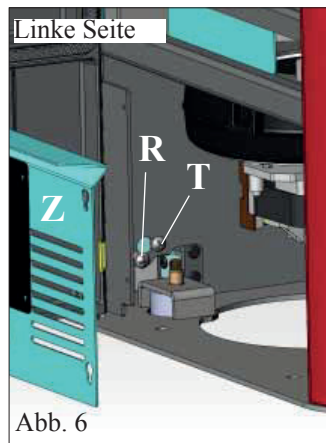

Abb. 6
Die vertikale Ausrichtung der Keramikblenden (C) überprüfen und etwaige Einstellungen mit den Schrauben an der Oberseite (V - Abb. 5) und im Ofen mit den Schrauben (R - Abb. 6/7) vornehmen
ANMERKUNG: Zuvor das verzinkte Blech (Z - Abb. 6/7) beidseitig abnehmen und die Verriegelungsschrauben (T - Abb.6/7) lockern.